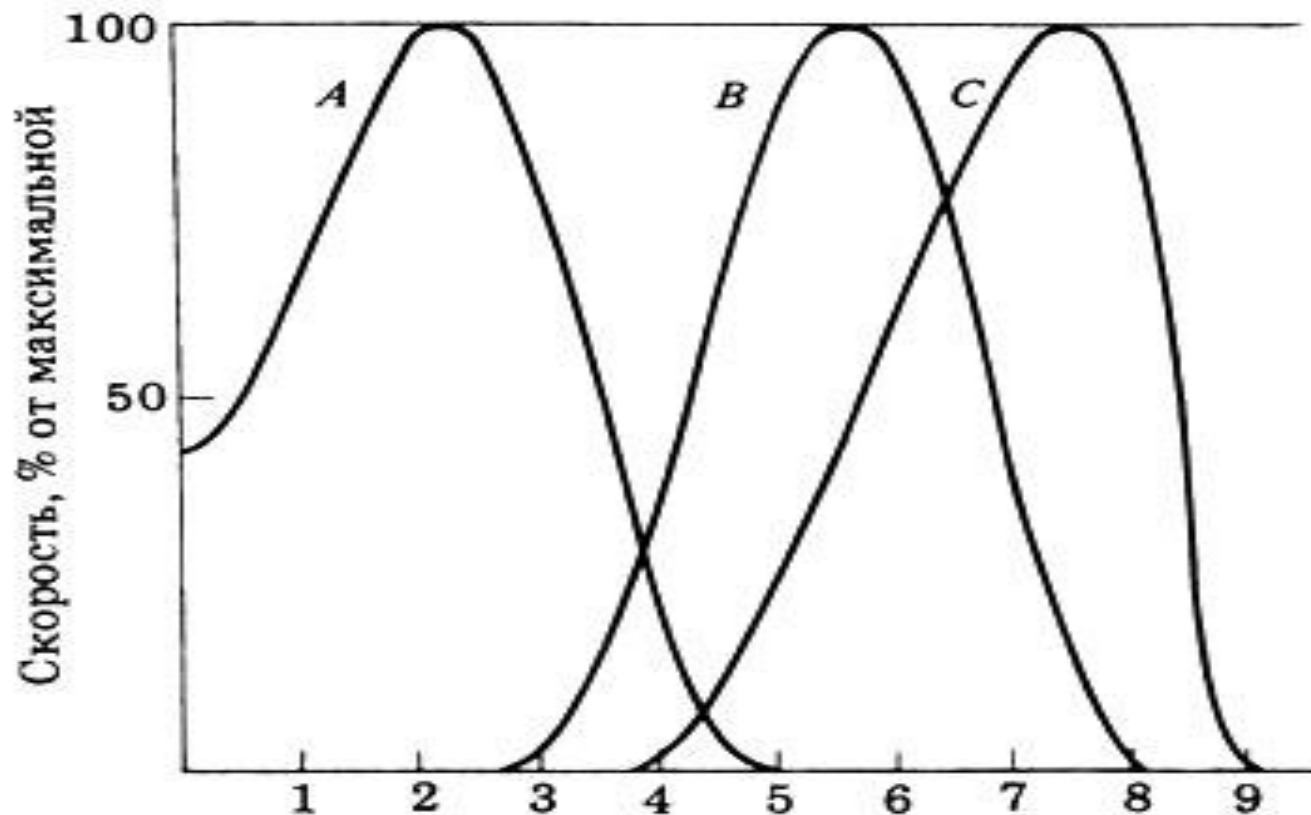

Рис. 2. Влияние pH на активность трех ферментов - А, В, и С
6.3.a) Укажите оптимальное значение активности фермента В на рис. 2